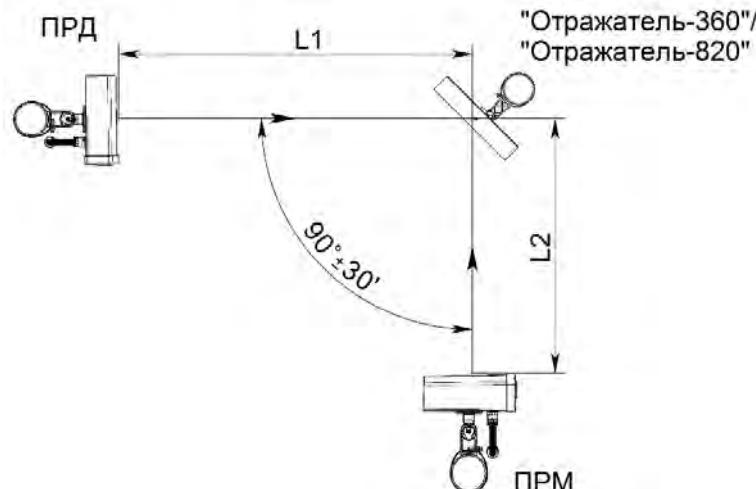

Рисунок 2.14 – Установка извещателей с применением отражателя «Отражатель-360» («Отражатель-820»)
2.3.9.2 При работе извещателей с «Отражателем-360» (см. рисунок 2.14) суммарная длина зоны обнаружения $L_1 + L_2$ (где L_1 – расстояние между блоком ПРД и отражателем, L_2 – расстояние между отражателем и блоком ПРМ) не должна превышать: